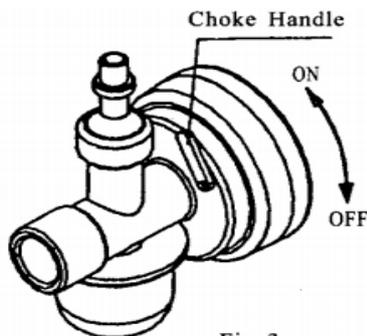

Fig. 3
- 1) Регулировка дросселя (рис. 3). При запуске двигателя в холодную погоду или первом запуске его вытяните рукоятку дросселя, чтобы перекрыть диффузор карбюратора; При запуске горячего двигателя полностью оставьте дроссель открытым.